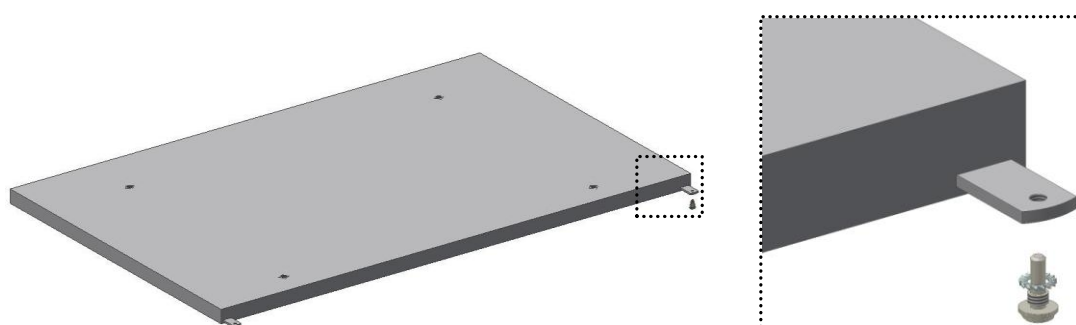

Fig. 1
- Placer les **boulons inférieurs avec rondelle éventail** sur les languettes de fixation des portes (Fig. 1);